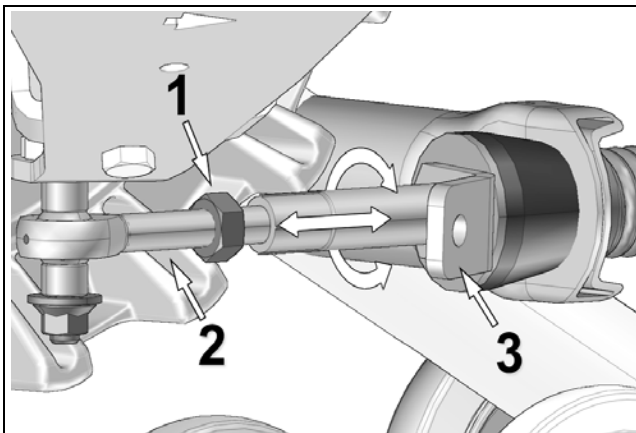

Figure 3
- Desserrer le contre-écrou (1) de l'embout à rotule. Ajuster la longueur de l'embout (2) en tournant le support de limiteur de conduite au bras stabilisateur (3) avec une clé 30 mm pour obtenir un ajustement de **254 mm [10 po]** au dessus du sol. Voir la Figure 3.